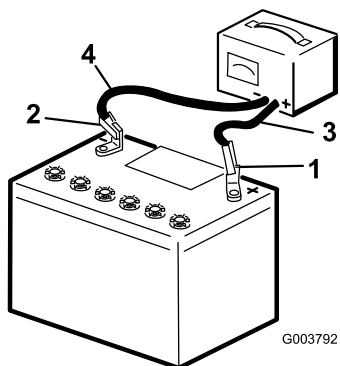

Figura 3
2. Cargue un cargador a la batería (Figura 3) y cárguela durante al menos 1 hora a 6–10 amperios. No sobrecargue la batería.
3. Cuando la batería esté completamente cargada, desconecte el cargador de la toma de electricidad, luego desconecte los cables del cargador de los bornes de la batería (Figura 3).